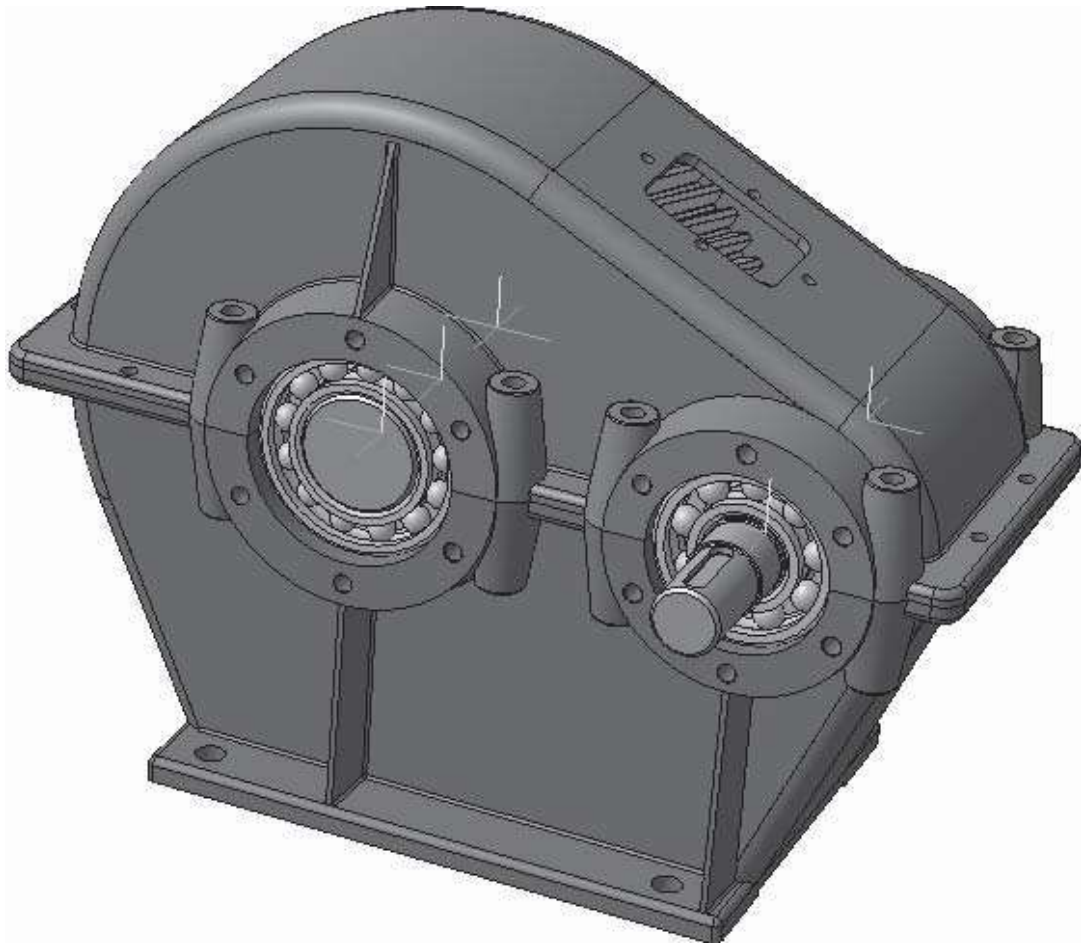

Рисунок 9.9 – Додання кришки редуктора
12. Вставте кришку редуктора на корпус. Її також досить просто вставити в точку початку координат збірки і зафіксувати (рис. 9.9).